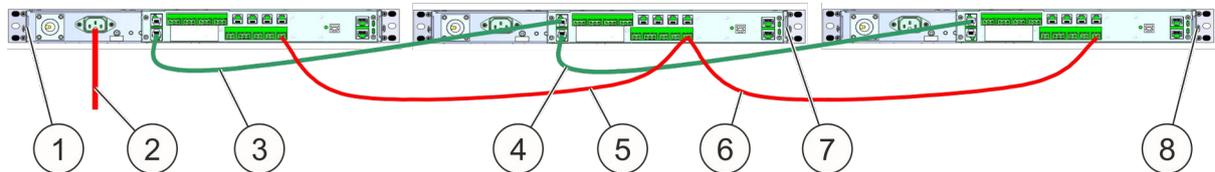

Abb. 51: Energieversorgung und Datenleitung
1. ➔ Netzversorgung (Abb. 51/2) von 100 – 240 V AC am Master (Abb. 51/1) anschließen.
2. ➔ Spannungsversorgung (Abb. 51/5) zwischen Master und erstem Slave (Abb. 51/7) herstellen. Siehe auch ↪ Kapitel 5.3.7 „Spannungsversorgung“ auf Seite 33.
3. ➔ Spannungsversorgung (Abb. 51/6) zwischen erstem Slave und nächstem Slave (Abb. 51/8) herstellen.
5. ➤ CAN-Bus-Verbindungskabel (Master/Slave) (Abb. 51/3) zwischen Master und erstem Slave anschließen.
6. ➤ CAN-Bus-Verbindungskabel (Master/Slave) (Abb. 51/4) zwischen erstem Slave und nächstem Slave anschließen.